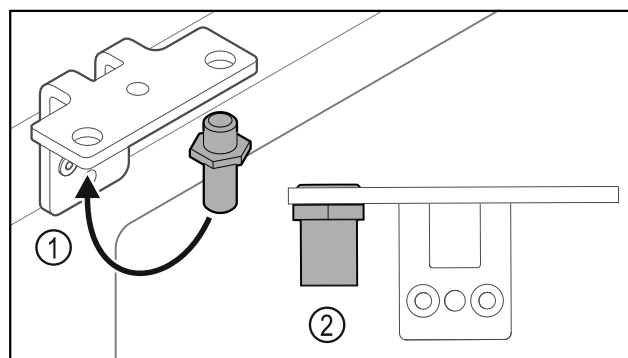

Fig. 33
- ▶ Bouten Fig. 33 (1) naar de scharnierhoek verplaatsen.
- ▶ Bouten Fig. 33 (2) met **aanhaalmoment van 12 Nm** vastdraaien.